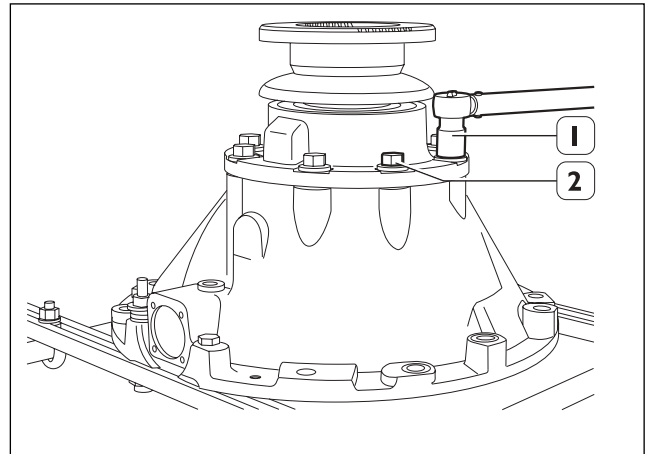

Fig. 42
1. Colocar los tornillos (2) y apretarlos, en dos fases como se describe a continuación:
Apretar mediante una llave dinamométrica (1) al par de 100 Nm (10 kgm). (Fig. 42)